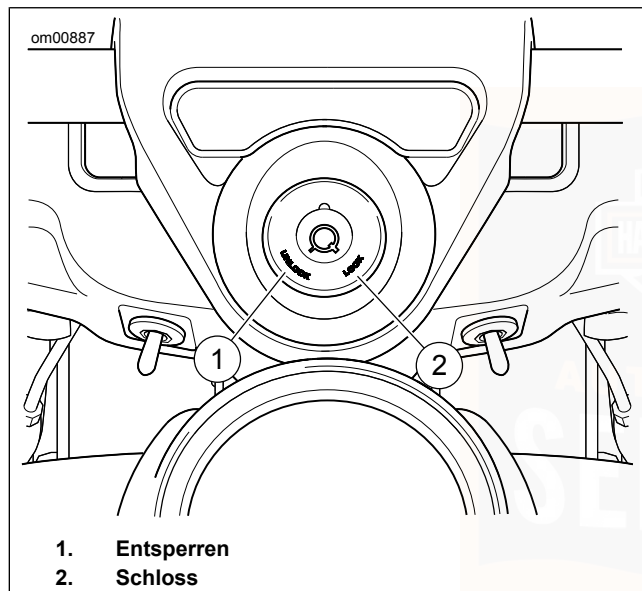

Abbildung 20. Gabelschloss: Modelle ohne Verkleidung
Ohne Verkleidung: Siehe Abbildung 20 . Das Gabelschloss befindet sich an der Oberseite des Lenkkopfs hinter dem Scheinwerferkopf und ist in die Lenkerschellenverkleidung eingelassen.
2. Siehe Abbildung 20. Den Schlüssel einführen und gegen den Uhrzeigersinn in die LOCK-Stellung (versperrt) drehen. Den Schlüssel abziehen.